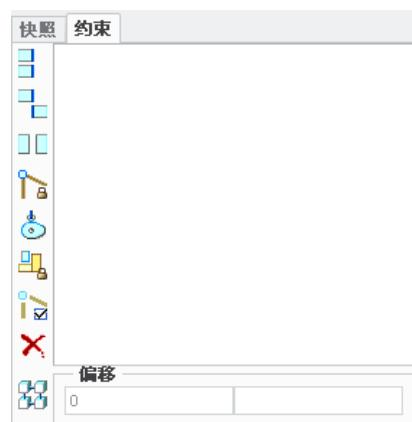

图 2.4.4 “约束”选项卡
(1) 在“拖动”对话框中单击图 2.4.4 所示的**约束**选项卡，然后单击“定向”按钮.